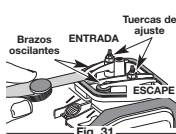

Fig. 31
7. Deslice la galga entre el brazo oscilante y el resorte de retorno de la válvula. Mida el huelgo entre el vástago de la válvula y el brazo oscilante (Fig. 31). Realice esto en las válvulas de entrada y de escape.
El huelgo recomendado para las válvulas de entrada y de escape es **0,076 – 0,152 mm (0,003 – 0,006 pulgadas)**. Use un calibrador regular de automóvil de **0,127 mm (0,005 pulgadas)**. El calibrador debe deslizarse entre el balancín y el vástago de la válvula con una ligera cantidad de resistencia, sin doblarse (Fig. 31 y 32).
- a. Gire la tuerca de ajuste con una llave de 8 mm (5/16 pulgadas) o una guía de tuercas (Fig. 31).